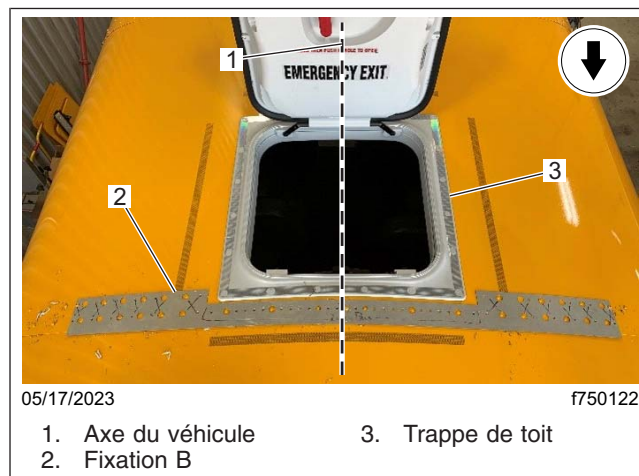

Fig. 18, Réparation des joints d'écouille de toit
25. Les fixations B et C sont utilisées pour réparer les joints de toit qui ont une trappe de toit, comme le montre le **Fig. 18**. En fonction du nombre de rivets situés à l'axe du toit du véhicule, le montage approprié est déterminé.
26. Placez le dispositif approprié sur le (s) rivet (s) central (s) du joint de toit du véhicule. Voir **Fig. 18**.